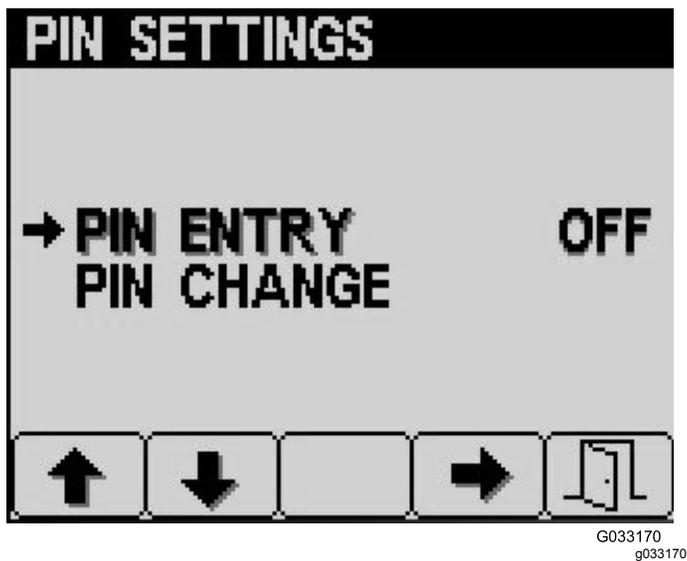

図 22
5. PIN 設定画面から、ボタン 4 を押してPIN 入力 PIN Entryを選択する (図 22)。
5. ボタン2を何度か押してPIN 変更PIN Changeが出たら、ボタン4で選択する (図 22)。